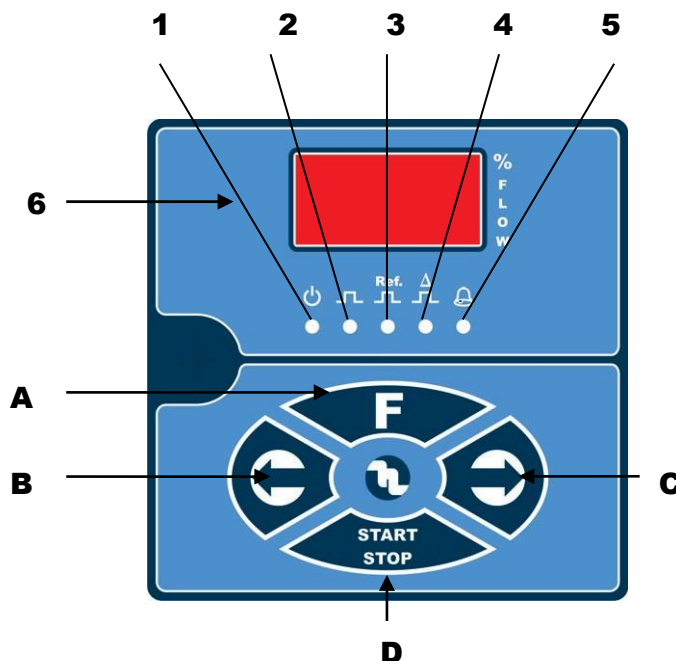

Рис.12
6.1. ОРГАНИ УПРАВЛІННЯ НАСОСОМ (Рис.12)